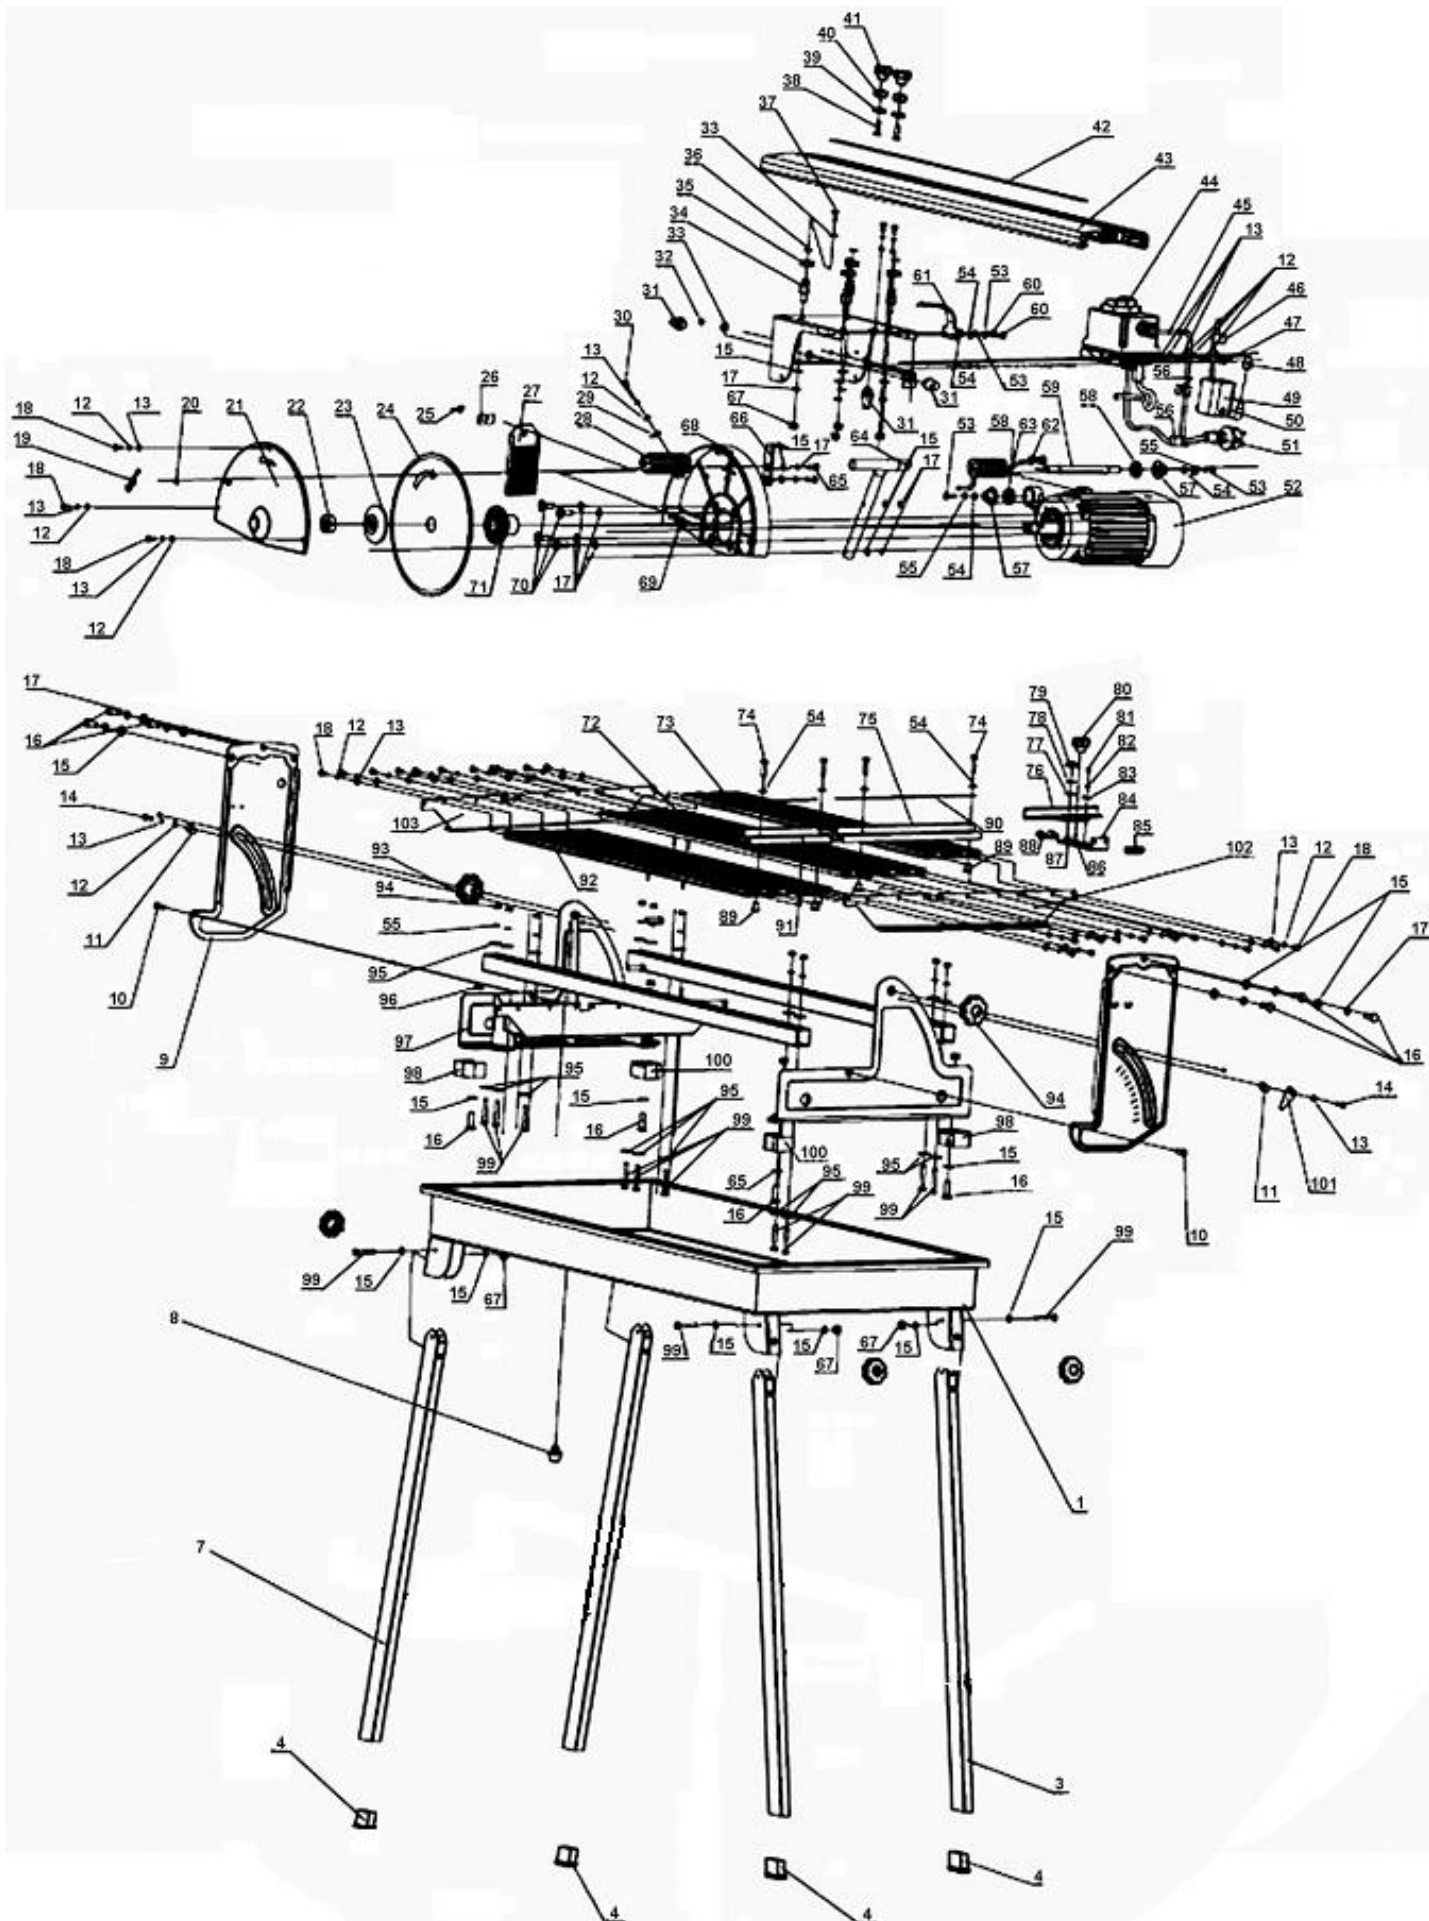

Рис. 1
9.2.1. В поддон (3) установите пробку (К) и плиткорез с насосом (А), Рис.1,17.
9.2.9. В Т-образный паз удлинителя стола (39) установите крепления струбцин (42) и ограничители (Л), Рис. 1,14.
Детали сборки «Корвет 468» (Рис. 1)